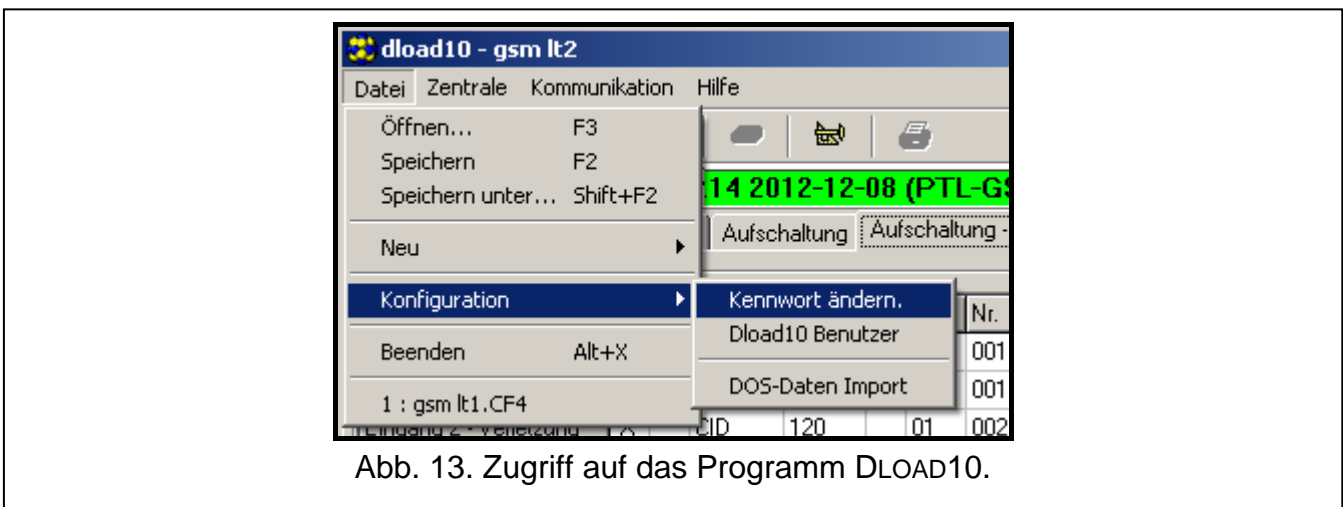

Abb. 13. Zugriff auf das Programm DLOAD10.
1. Im Menü „Datei“ wählen Sie „Konfiguration“, und „Kennwort ändern“ (siehe: Abb. 13).
Sie können auch zusätzliche Zugangskennwörter einstellen und die Berechtigungen definieren (im Menü „Datei“ wählen Sie den Befehl „Konfiguration“, und dann „DLOAD10 Benutzer“ – siehe: Abb. 13).